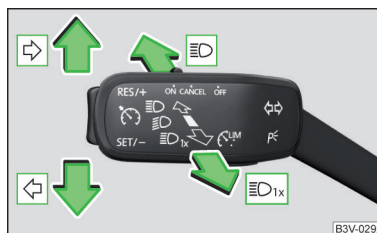

Fig. 67
Posiciones de la palanca de mando » fig. 67
- Presione la palanca de manejo hasta el tope en la posición  o  » **fig. 67 de la pág. 80.**